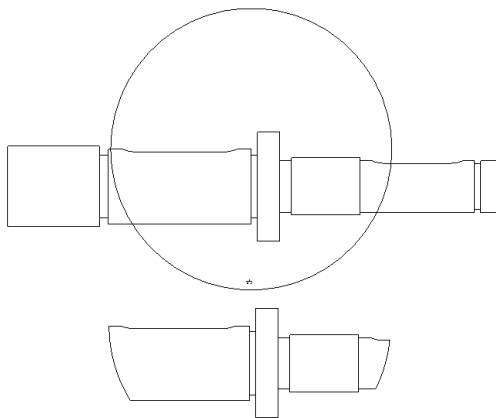

图 11-29 创建局部视图效果
(6) 至合适位置后，单击鼠标左键，并单击【确定】按钮，即可创建局部视图，效果如图 11-29 所示。